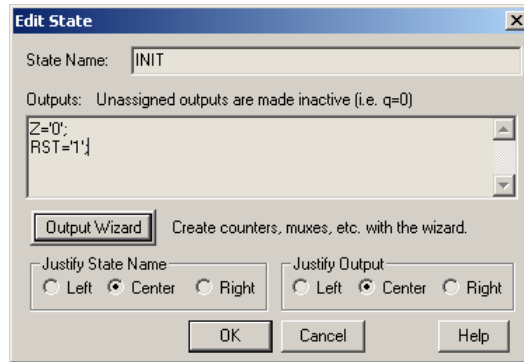

Figura 9.6. Fereastra de dialog *Edit State*.
Editorul StateCAD permite specificarea unor ecuații complexe pentru semnalele de ieșire. De exemplu, se pot introduce ecuațiile unor multiplexoare, sumatoare sau numărătoare care trebuie activate într-o anumită stare. Pentru simplificarea introducerii acestor ecuații, se poate utiliza utilitarul *Logic Wizard*, care poate fi invocat prin selectarea butonului *Output Wizard* din fereastra *Edit State* (Figura 9.6). Utilitarul *Logic Wizard* este descris în secțiunea 2.5.2.
1. Se execută un clic dublu pe cercul sau elipsa reprezentând starea care trebuie editată. Se va afișa fereastra de dialog *Edit State* (Figura 9.6).